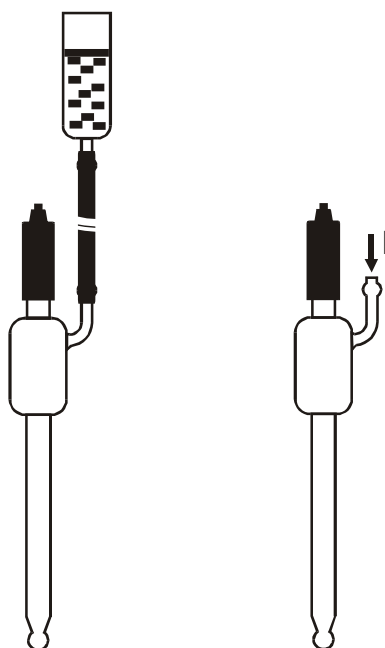

Рис.2
**5.5** Патрубок, имеющийся на корпусе электрода, может быть использован для подключения внешней емкости с запасом электролита или подачи сжатого воздуха (до 0,3 МПа) для компенсации давления контролируемой среды (рис. 2).